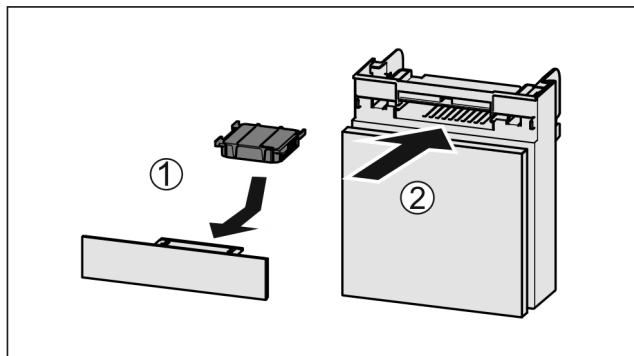

Fig. 64
- ▶ Установите фильтр с активированным углем, как показано на рисунке Fig. 64 (1).
- ▶ Вставьте отделение Fig. 64 (2).